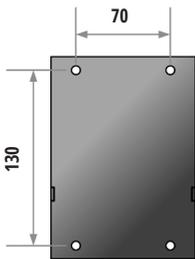

Fig. 2
PASO 1. INSTALE EL SOPORTE DE PARED. Tal y como muestra la Fig. 2, taladre 4 orificios de montaje de 10 mm de diámetro y 55 mm de profundidad a la altura adecuada, separados 130mm×70mm, y fije el soporte de montaje a la pared con tacos.